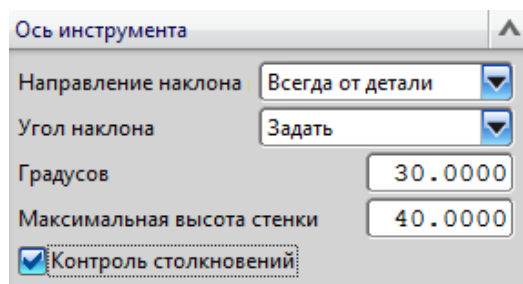

Рис. 2.43. Использование опции «Задать» в настройках угла наклона инструмента
- вы также можете выбрать опцию **Угол наклона – Задать**, чтобы установить постоянный угол наклона оси инструмента (см. рис. 2.43).